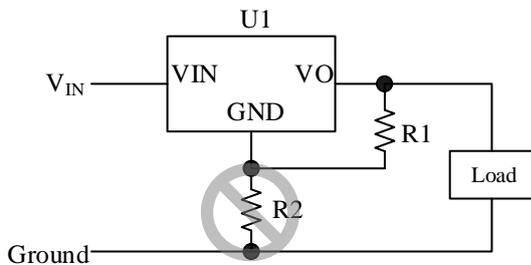

図 13-2 出力電圧の設定方法 (R2 の接続は非推奨)
- 図 13-2 のように GND 端子とグラウンドラインの間に抵抗を接続し、出力電圧を設定する回路構成